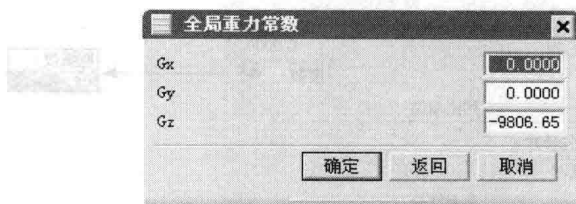

图 1.3.2 “全局重力常数”对话框
- ◆ **重力常数**：单击该按钮，系统弹出图 1.3.2 所示的“全局重力常数”对话框，在该对话框中可以设置重力的方向及大小。